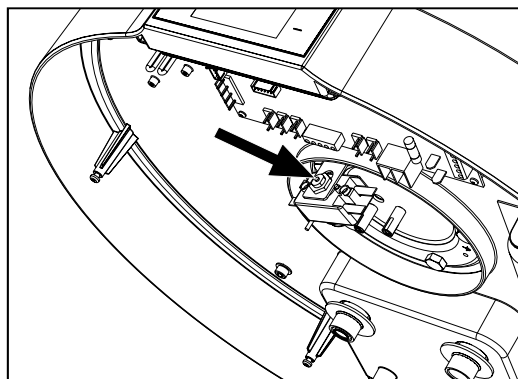

fig. 65 Réinitialisation du thermostat de sécurité
- Retirez le panneau avant et réinitialisez manuellement le thermostat de sécurité déclenché (fig. 65). En cas d'intervention, la broche centrale du thermostat sort d'environ 2 mm.